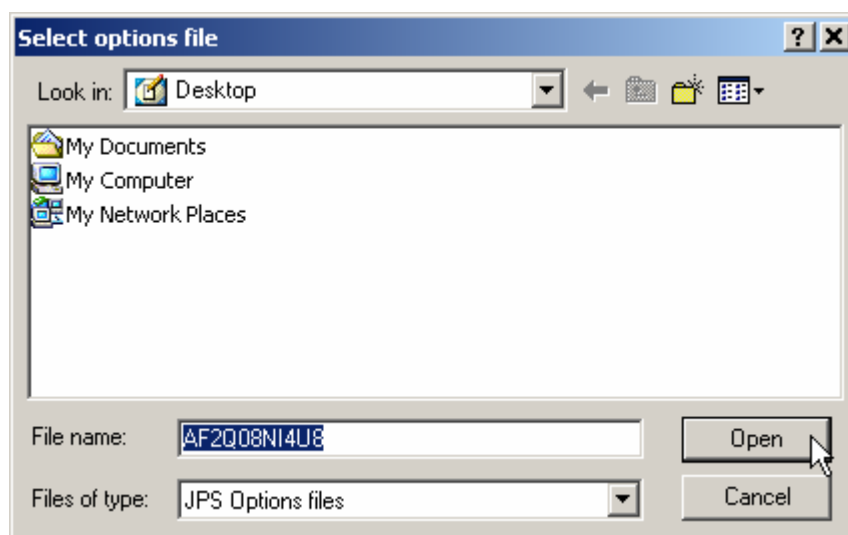

Рисунок 4-10. Загрузка OAF
3. Выберите директорию, где находится новый файл авторизации опций OAF. Эти файлы имеют расширения .jro или .tro и уникальны для каждого приемника (см. рис. 4-10).
4. Выберите соответствующий файл и щелкните на кнопке *Open (Открыть)* (см. рис. 4-10). Новая опция приемника загрузится в приемник и таблица в диалоговом окне **Option Manager** обновится.